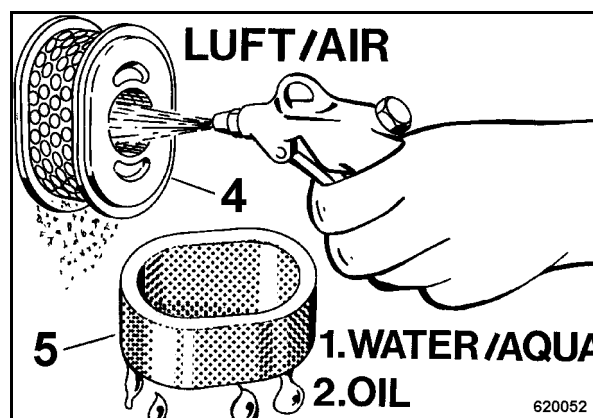

рис. 45
- Очистить бумажную вставку (4) (рис. 45) легким постукиванием или осторожно